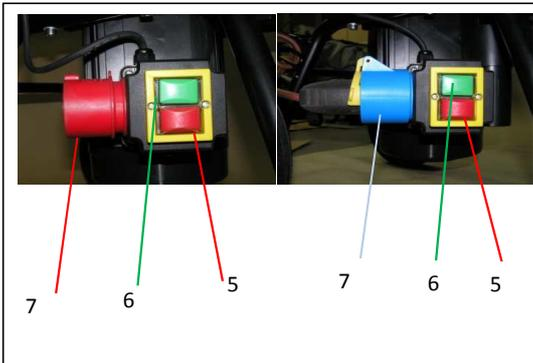

Bild 4: Netzanschluss und Bedienelemente
2. Den Stecker der Netzzuleitung in den geräteseitigen Netzanschluss (Bild 4, [7]) stecken.
3. Die grüne EIN-Taste (Bild 4, [6]) drücken.
1. Die rote AUS-Taste (Bild 4, [5]) drücken.
3. Den Netzstecker aus dem Netzanschluss (Bild 4, [7]) des Häckslers ziehen!
5. Netzkabel wieder in den Netzanschluss (Bild 4, [7]) des Häckslers stecken.
2. Die rote AUS-Taste (Bild 4, [5]) drücken.
4. Den Netzstecker aus dem Netzanschluss (Bild 4, [7]) des Häckslers ziehen!